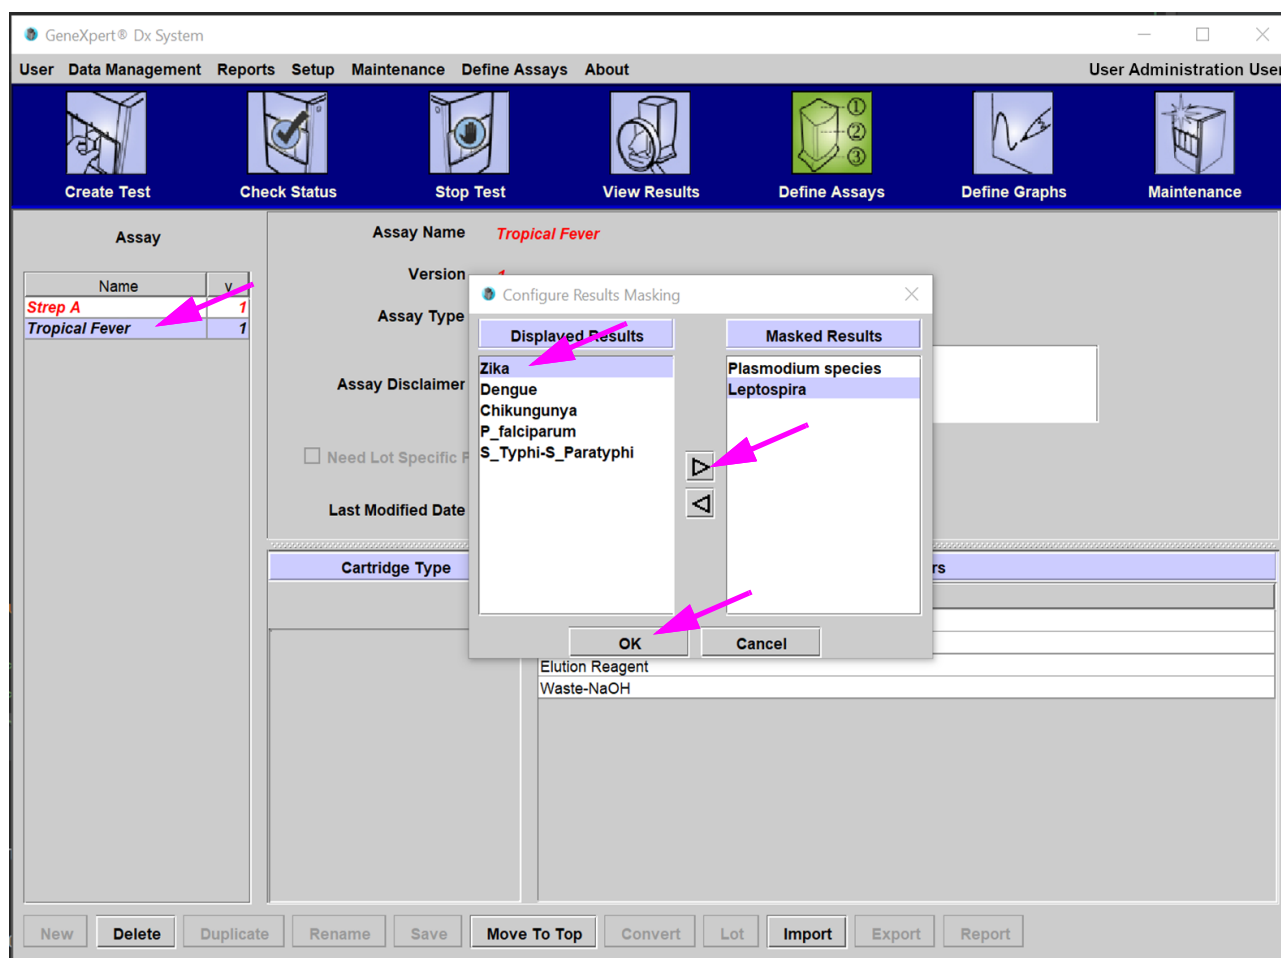

Figura 5-28. Ecranul Definire analize (Define Assays) cu ecranul suprapus Configurare mascare rezultate (Configure Results Masking)
Se afișează ecranul Definiție analize (Define Assays) (a se vedea Figura 5-28).
3. Faceți clic pe **Configurare mascare rezultate (Configure Results Masking)** (a se vedea Figura 5-28).
4. Apare ecranul suprapus Configurare mascare rezultate (Configure Results Masking) (a se vedea Figura 5-28). Ecranul suprapus Configurare mascare rezultate (Configure Results Masking) include două coloane, Rezultate afișate (Displayed Results) și Rezultate mascate (Masked Results). Orice rezultat din coloana Rezultate afișate (Displayed Results) va fi afișat în rezultatele finale ale testului. Rezultatele din coloana Mascate (Masked) nu vor fi afișate în rezultatele finale ale testului.